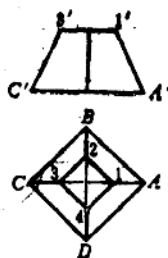

图 29
22. 如图29所示，作正四棱锥台的侧表面展开图，并写出步骤。